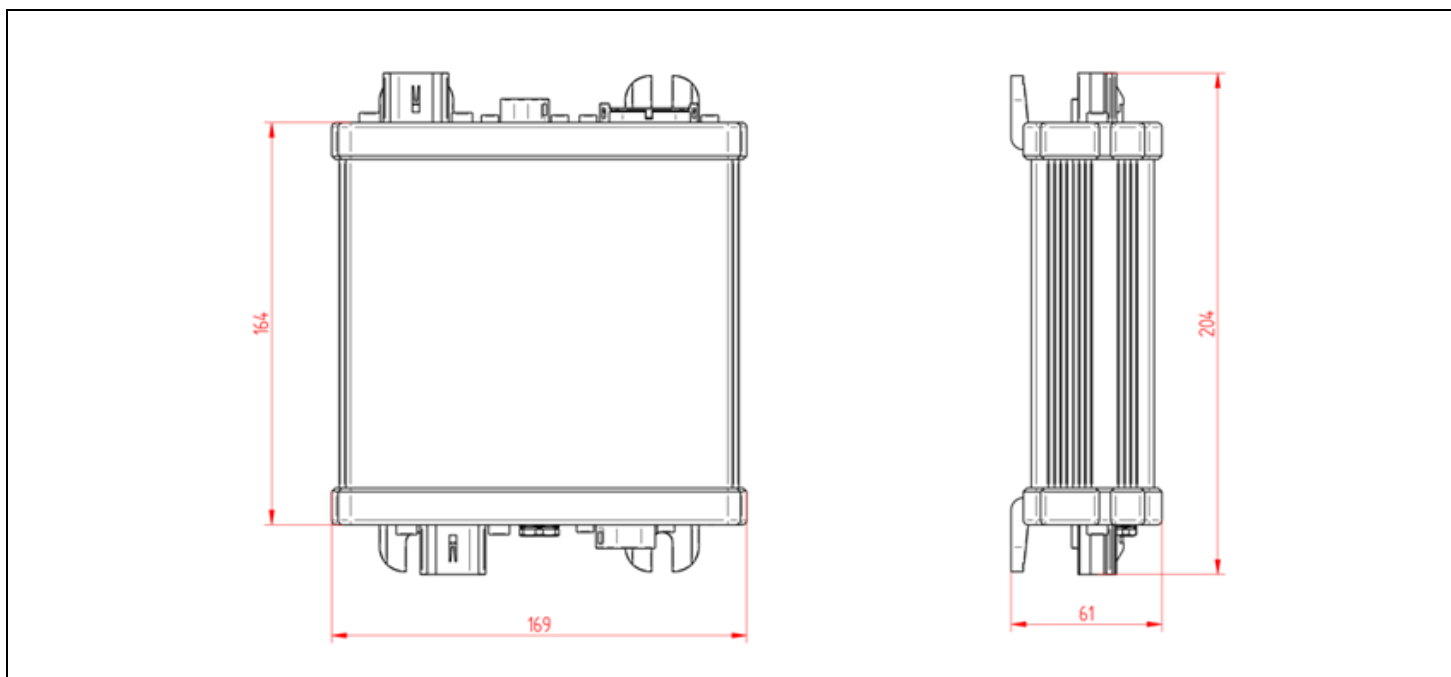

Рисунок 3 - Механические размеры: ECU ДВИГАТЕЛЬ
③ Вставьте зажимы, как показано на рисунке, и затяните до тех пор, пока трубки не будут закреплены на датчике.	 Рисунок 3